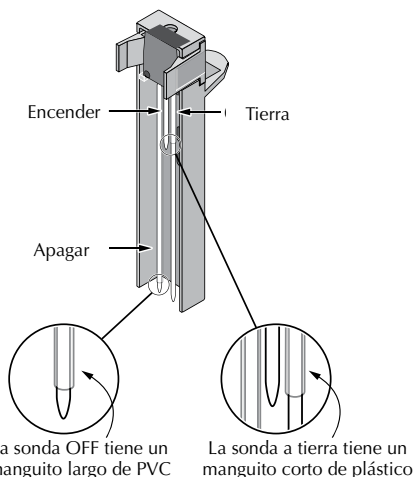

Figura 9: Sondas IntelliShield
El interruptor IntelliShield consiste en tres varillas de acero inoxidable (sondas), montadas verticalmente al costado de la bomba. Estas son las sondas de apagar (OFF), encender (ON), y a tierra (GROUND) (ver la Figura 9).